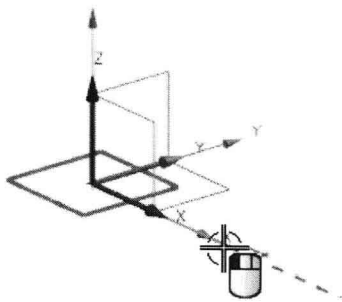

图 1-4 沿+X 方向创建水平线
- 沿着+X 方向移动鼠标,当看到带箭头的虚线辅助线时单击屏幕位置,创建一条水平线,如图 1-4 所示。